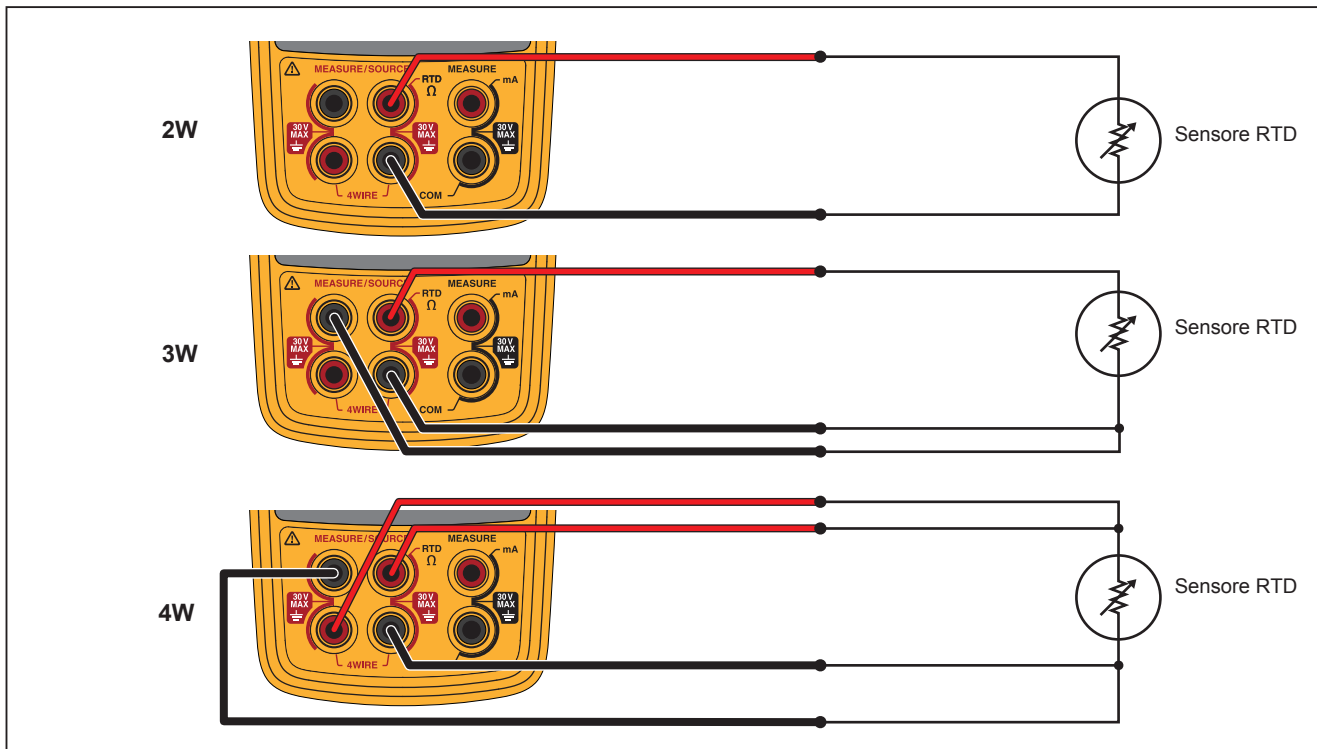

Figura 7. Misurazione della temperatura con un RTD
5. Collegare il dispositivo RTD ai terminali d'ingresso come mostrato nella figura 7.